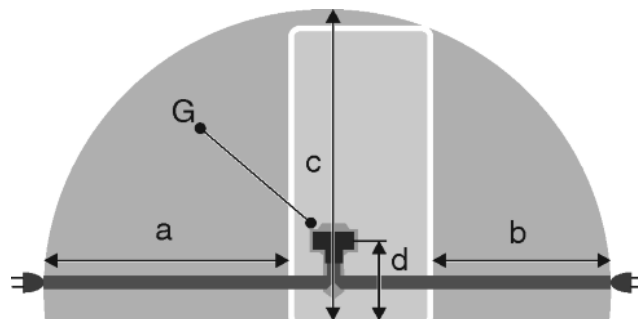

Fig. 23
- Utičnica se nalazi izvan područja bočne strane uređaja u navedenom području Fig. 23 (a, b, c).
- ▶ Utikač uređaja Fig. 23 (G) utaknite na stražnju stranu uređaja. Pripazite da ispravno uskoči.